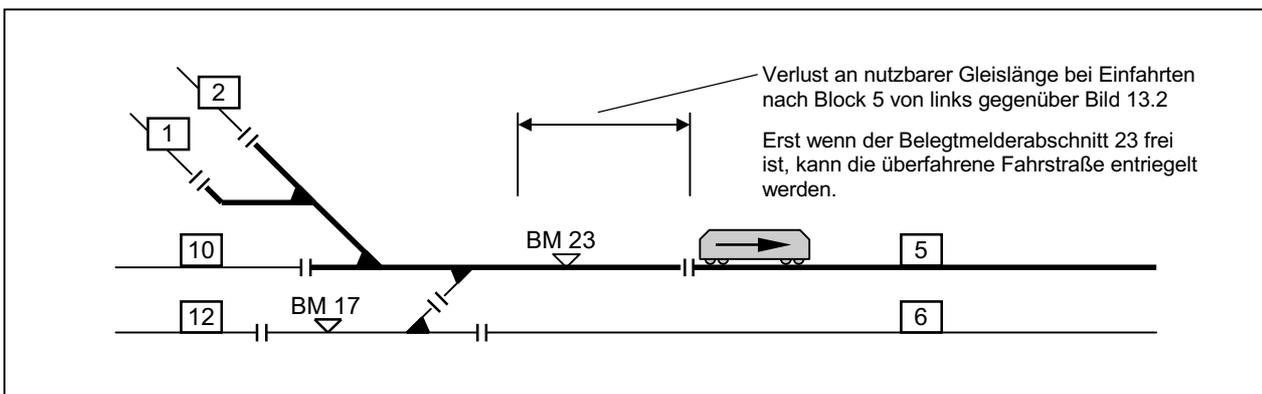

Bild 13.3 Empfohlene Behelfslösung durch angrenzenden Belegtmelder
- Der Weichenbereich gehört zu einem bereits vorhandenen benachbarten Belegtmelder. Im Bild 13.3 erfüllt z.B. der als Haltepunkt eingerichtete Belegtmelder 23 des Blockes 5 diese Funktion.
Die **Lösung nach Punkt 2** (vgl. Bild 13.3) ist kostenmäßig und in Bezug auf die Verdrahtung zwar eine Nulllösung, bringt aber den betrieblichen Nachteil mit sich, daß die nutzbare Gleislänge bei von links kommenden Einfahrten nach Block 5 um die Länge des Haltepunktes geringer wird. Dadurch geht etwas an nutzbarer Abstelllänge verloren.
Im Bild 13.4 ist als Beispiel das ausgefüllte Fahrstraßenformular für die Lösung 2 nach Bild 13.3 mit dem Eintrag des Belegtmelders 23 wiedergegeben. Das zweite Belegtmelder-Eingabefeld sowie die Belegtmelder BM1 und BM2 werden hier nicht benötigt und sind daher freigelassen.
Bei der Fahrstraße von Block 12 nach 5 (Bild 13.3) werden beide erste Belegtmelder gebraucht. Hier liegt die oben für den Block 5 beschriebene Situation ebenfalls vor, wenn von Block 5 nach Block 12 gefahren wird. Auch hier wird beim Einfahren nach Block 12 eine Weiche überquert und die benutzte Fahrstraße kann erst wieder entriegelt werden, wenn der in Block 12 angekommene Zug den Weichenbereich geräumt hat.